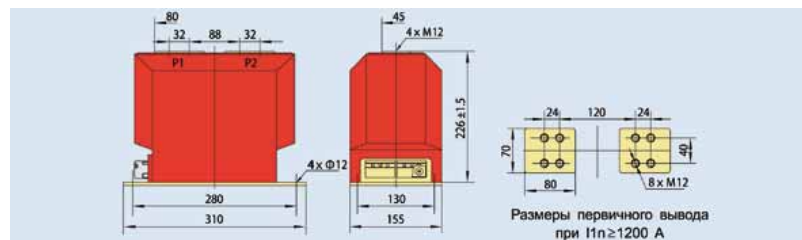

Рис. 6.3 Внешний вид и размеры трансформатора тока LZZBJ9-10 C1
6.3 Внешний вид и размеры трансформатора тока LZZBJ9-10 C1 (см. рис. 6.3)